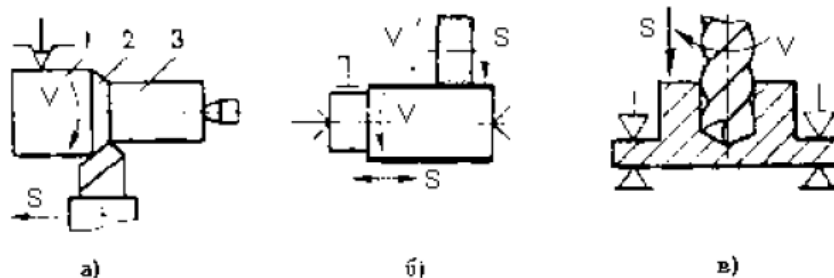

Рисунок 1 - Схемы обработки заготовок
В процессе резания на заготовке различают поверхности (рисунок 1 а): - обрабатываемую поверхность (1); - поверхность резания (2); - обработанную поверхность (3).